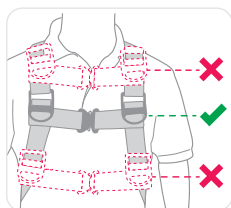

Figura 12
- A alça do tórax deve ficar perfeitamente alinhada com o seu esterno (osso localizado na parte anterior do tórax) (consulte a Figura 12).